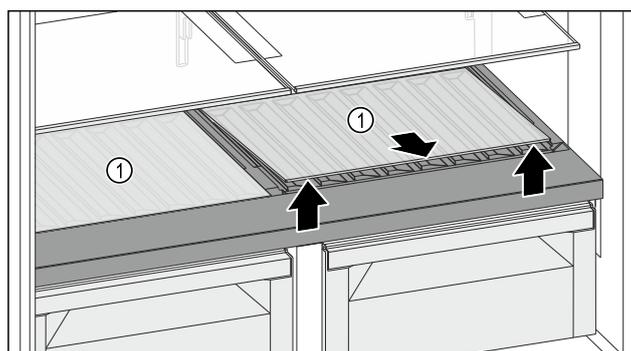

Fig. 122
- ▶ Soulever la plaque de verre ou les deux plaques de verre Fig. 122 (1) au niveau de l'évidement avant de la/les retirer.
- ▶ Entreposer la/les plaque(s) de verre Fig. 122 (1) dans un endroit sûr hors de l'appareil.